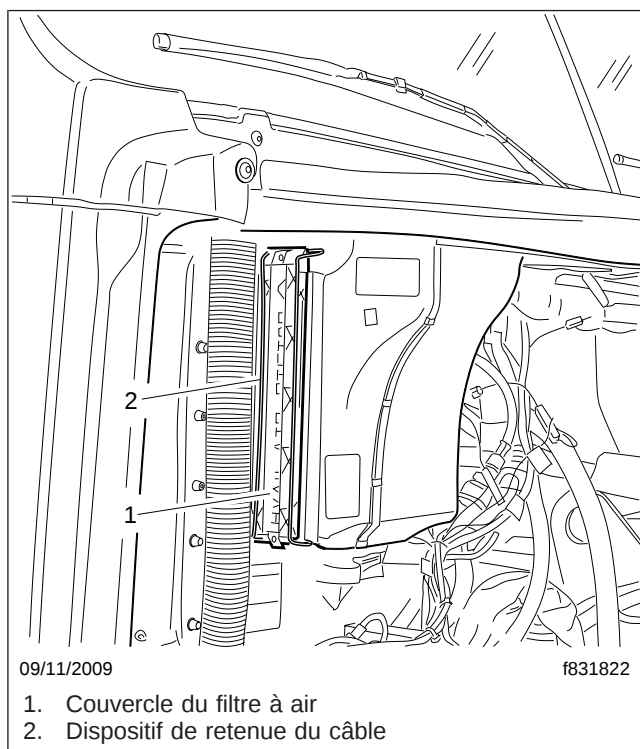

Fig. 2, Plenum d'admission d'air HVAC
2. Soulevez le dispositif de retenue du câble du couvercle du filtre à air et faites-le passer par-dessus le couvercle puis vers le bas; voir la figure 2.